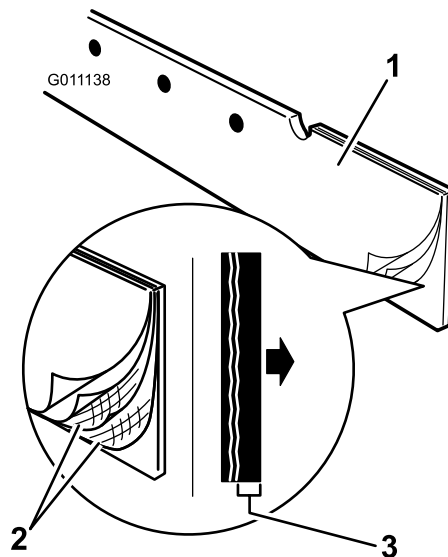

**Figura 3**
4. Instale o suporte nos orifícios utilizando 2 parafusos autorroscantes (Figura 3).
5. Instale 7 porcas de chapa nos orifícios abertos do suporte (Figura 3).